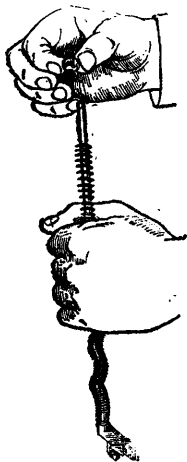

Рис. 13. Отделение муфты возвратного механизма
3) **Разобрать возвратный механизм.** Взять возвратный механизм в левую руку, поставить направляющий стержень вертикально пяткой книзу на стол или упор, сжать возвратную пружину вниз, правой рукой развести концы подвижного стержня и снять муфту (рис. 13); снять пружину с направляющего стержня; отделить подвижный стержень от направляющего стержня.